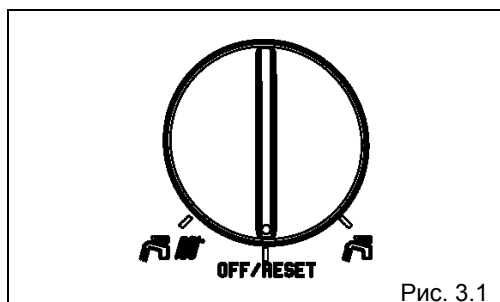

Рис. 3.1
Если вы собираетесь отсутствовать недолго (конец недели, короткая поездка, и так далее), установите переключатель режимов работы (рисунок 3.1) в положение OFF/RESET.
- установите переключатель режимов работы (рисунок 3.1) в положение OFF/RESET;